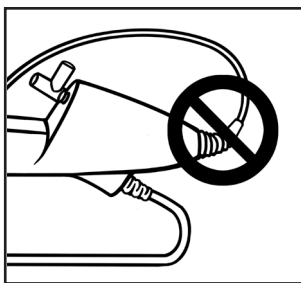

Figure 5. NE PAS COURBER FORTEMENT
- L'urétéroscope présente un réducteur de tension à la transition entre la poignée et le corps. Le réducteur de tension protège le dispositif pendant son utilisation. Pour ne pas endommager le corps et/ou la fibre optique, ne pas courber fortement le corps (figure 5).